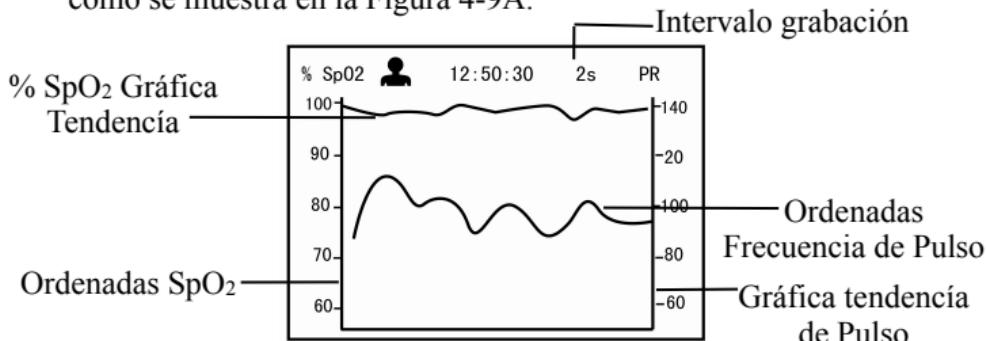
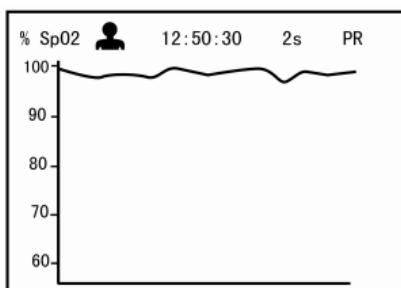
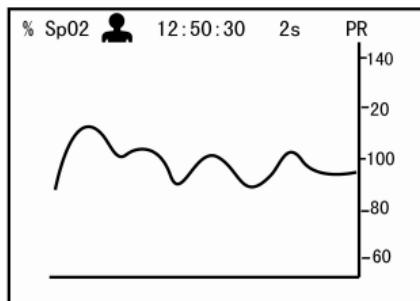

Figura 4-9A Pantalla Gráfico Tendencias
Figura 4-9B Pantalla Gráfico Tendencias
Figura 4-9C Pantalla Gráfico Tendencias
Elegir el registro en la lista de registros, y pulsar la tecla “” (Modo/OK), la pantalla mostrará el gráfico de las tendencias como se muestra en la Figura 4-9A.
4. Pulsar brevemente la tecla “” Modo/OK para cambiar la pantalla gráfica de la tendencia mostrada (como se muestra en la Figura 4-9A , Figura 4-9B y Figura 4-9C)